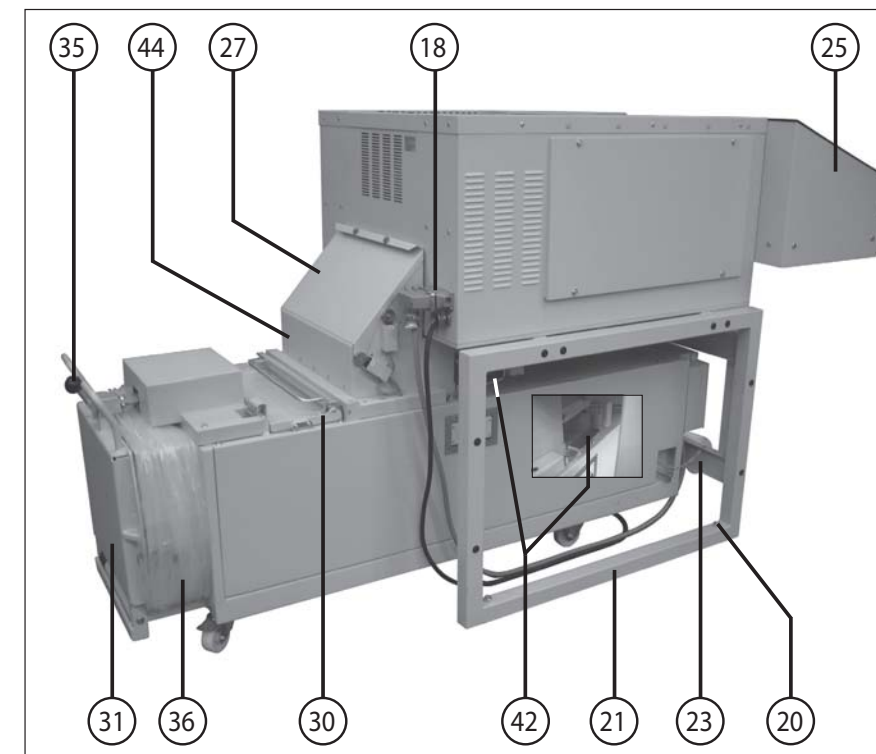

Abb. 2
##### DER KOMBINATION (Abb. 2 und 3):
- Den Verdichter unter den Shredder schieben. Shredder und Verdichter mit Hilfe der beiden dem Shredder beigelegten Fixierwinkel (42) verschrauben (Abb. 2).
- Den Anschlußstecker des Verdichters in die an der Gehäuse-Rückwand des Shredders befindlichen Steckdose (18) einstecken und verriegeln (Abb. 2).
- 18 = Steckdose (Abb. 2)
- 20 = Ausgleichschraube (Abb. 2)
- 27 = Abdeckklappe (Abb. 2 und 5)
- 30 = Einfüllklappe (Abb. 2)
- 31 = Ausstossklappe (Abb. 2)
- 35 = Verschlusshebel (Abb. 2)
- 36 = Sackrahmen (Abb. 2 und 14)